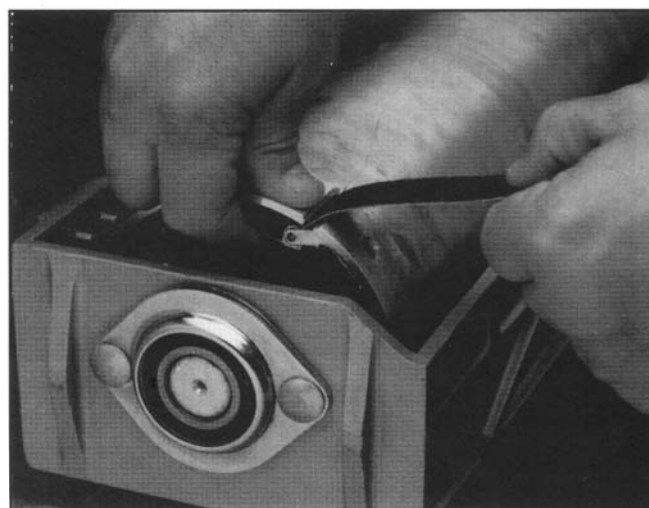

Figure 17
2. A l'aide d'une bande prédécoupée ou d'une bande que vous avez confectionnée vous-même, installez votre bande abrasive en insérant l'extrémité taillée de la bande dans la fente située sur le côté gauche du tambour tout en appuyant sur la pince (figure 17). Environ un pouce de matériau doit être inséré dans la fente pour que la connexion se fasse. Relâchez la pince une fois l'extrémité de la bande abrasive fermement enclenchée dans les mâchoires de la pince.